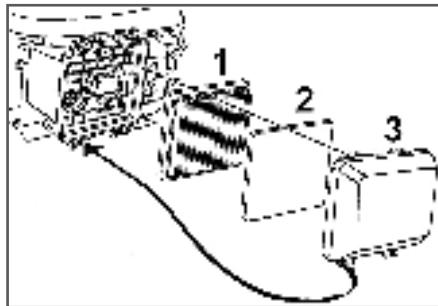

Рис.16 Конструкция воздушного фильтра
1. Нажмите на фиксаторы и снимите крышку воздушного фильтра (Рис. 16 п. 3).
2. Извлеките из крышки воздушного фильтра предварительный фильтрующий элемент (Рис. 16 п. 2).
3. Извлеките основной фильтрующий элемент (Рис. 16 п. 1).
Основной (бумажный) фильтрующий элемент (Рис. 16 п. 1) не подлежит очистке, необходима его замена. Эксплуатация двигателя с грязными или поврежденными фильтрующими элементами или без фильтрующих элементов приведет к попаданию грязи и пыли в карбюратор и двигатель, что в свою очередь, станет причиной его быстрого износа. Двигатель в этом случае не подлежит ремонту по гарантии.